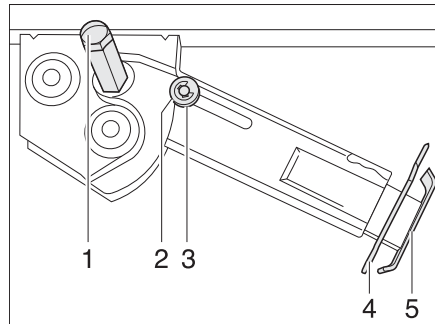

Fig. 35 Vérin stabilisateur
- Placer la clé à pipe sur l'écrou à six pans (Fig. 35,1) et tourner jusqu'à ce que le vérin stabilisateur soit en position verticale vers le bas.
- Retirer la goupille (Fig. 35,4) de la rallonge du pied d'appui (Fig. 35,5).
- Placer la clé à pipe sur l'écrou à six pans (Fig. 35,1) et tourner jusqu'à ce que le vérin stabilisateur se dégage du sol.
- Rentrer complètement la rallonge du pied d'appui (Fig. 35,5) et insérer la goupille (Fig. 35,4) dans le trou prévu à cet effet.
- Tourner la clé à pipe sur l'écrou à six pans (Fig. 35,1) jusqu'à ce que le vérin stabilisateur ait pivoté vers le haut et le disque de guidage (Fig. 35,3) soit complètement rentré dans l'encoche (Fig. 35,2).